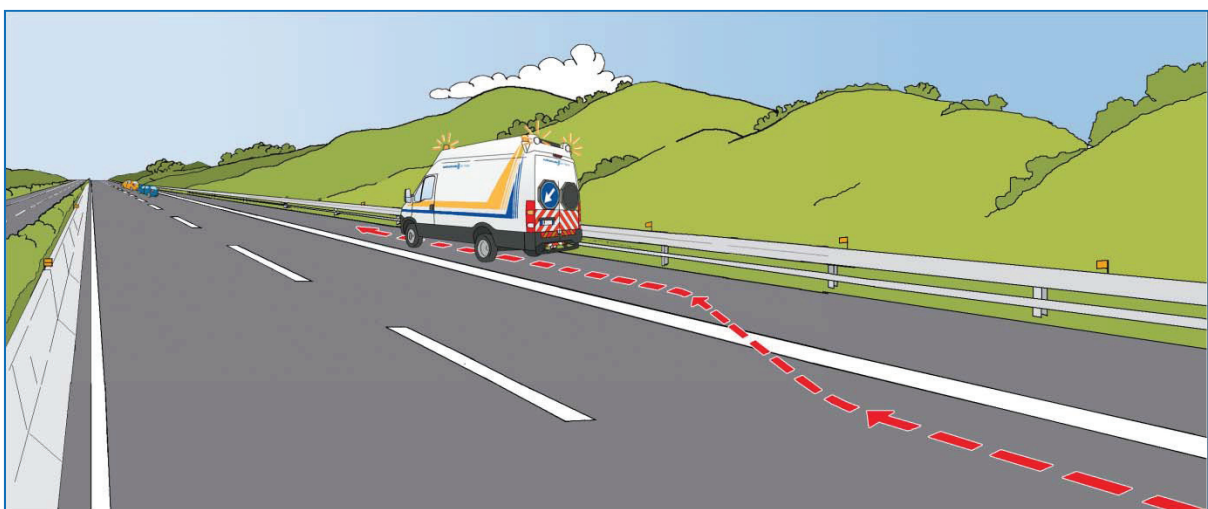

Fig.4
- inserirsi in corsia di emergenza e accendere l'indicatore di direzione obbligatoria sinistra (fig.4)